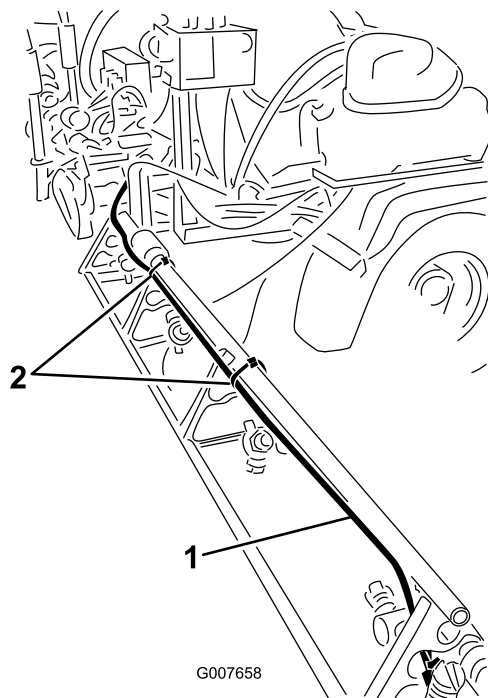

Рисунок 7
- A. Установите пенный шланг на правой стреле вдоль тыльной стороны верхней штанги (Рисунок 7).